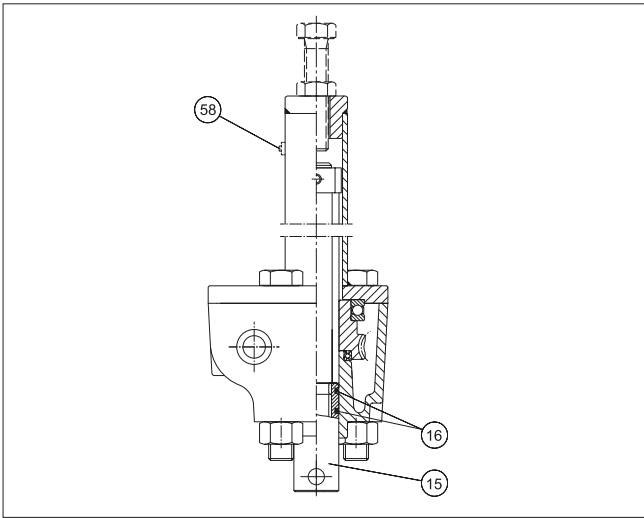

图.25 手动超控
当装有 O 型圈 (16) 的密封滑套 (15) 位于气缸内时，会有少量空气通过主轴螺纹和泄压阀 (58) 泄漏。即在压缩空气丢失期间手动将阀门操作到打开位置，然后气压恢复时。要停止泄漏，请将手动超控装置操作到关闭位。参见图 25